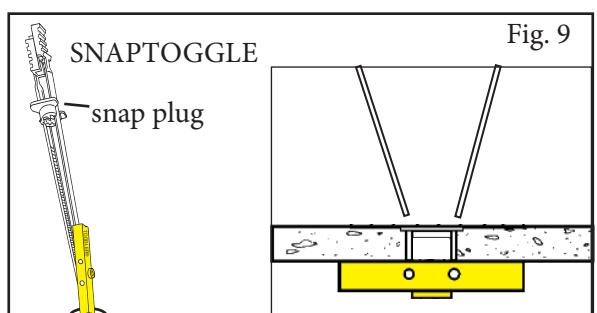

Fig. 9
Insert "snaptoggle" into back (2) holes. Slide plastic snap plug down into hole and break off excess plastic legs. (see fig. 9)
Insertar "snaptoggle" en la parte posterior (2) agujeros. Deslice el enchufe rápido de plástico hacia abajo en el agujero y romper el exceso de las piernas de plástico. (ver fig. 9)
Insérer "snaptoggle" dans le dos (2) trous. Glisser les plug en plastique vers le bas dans le trou et se cassent plus les jambes en plastique. (voir fig. 9)